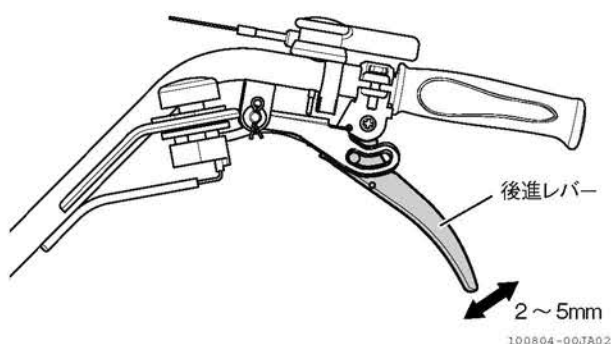

図 4-28 後進レバーの点検のしかた
3. 後進レバーを握らない状態で、後進レバー端に2mm～5mm程度の遊びがあることを確認します。(図 4-28)